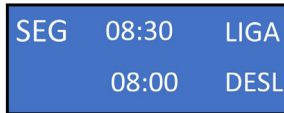

Figura 41
33. Para alterar os horários basta utilizar a tecla “para cima” para acrescentar valor e a tecla “para baixo” para diminuir, quando o valor estiver definido, pressione a tecla “OK” para confirmar e assim sucessivamente, até que todos os horários estejam definidos (Figura 41).